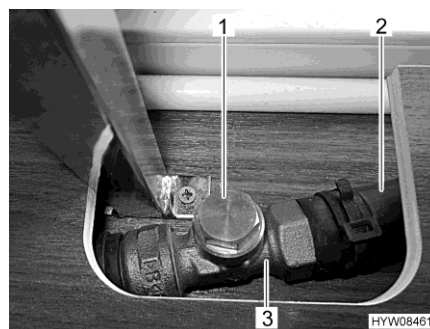

Fig. 175 Vanne d'étranglement (ouverte)
- Saisir la dérivation (Fig. 175,2) derrière la vanne d'étranglement (Fig. 175,3). Le flexible doit être tiède.